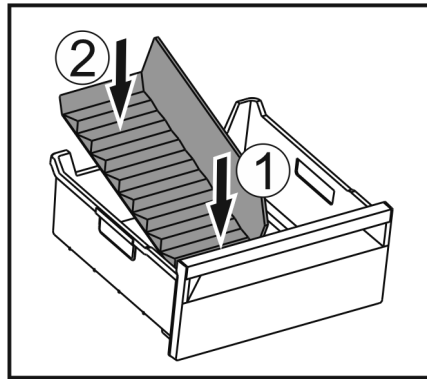

Fig. 171
- ▶ Vorderen Teil des Eisfach-Trenners einsetzen. Fig. 171 (1)
- ▶ Hinteren Teil des Eisfach-Trenners bis zum Schubfachboden absenken. Fig. 171 (2)